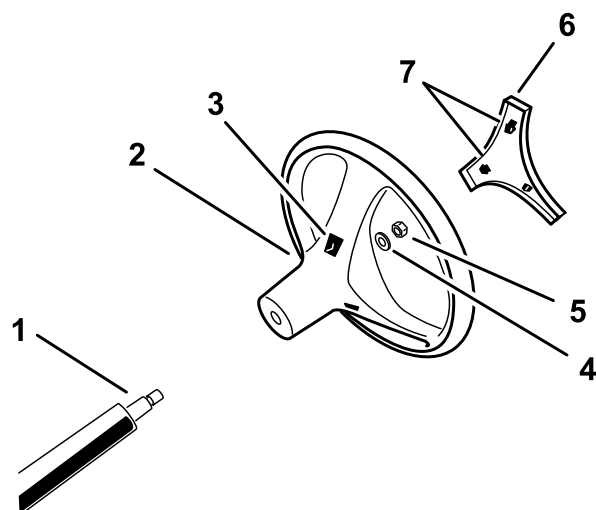

図 3
4. 図3に示すようにロックナットでハンドルを固定し、 $2429\text{N}\cdot\text{m}$ $2.53.0\text{kg}/\text{m} = 1822\text{ft}\cdot\text{lb}$ にトルク締めする。
5. ハンドルのセンターカバーをハンドルのスロットに合わせて押し込み、センターカバーをハンドルハブに固定する 図 3。